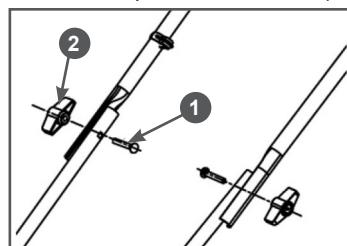

Рис. 3 Соединение верхней и нижней части рукоятки
- Совместите верхнюю и нижнюю части рукоятки так, чтобы совпали отверстия и соедините их при помощи болтов 1 и барашковых гаек 2 (Рис. 3).